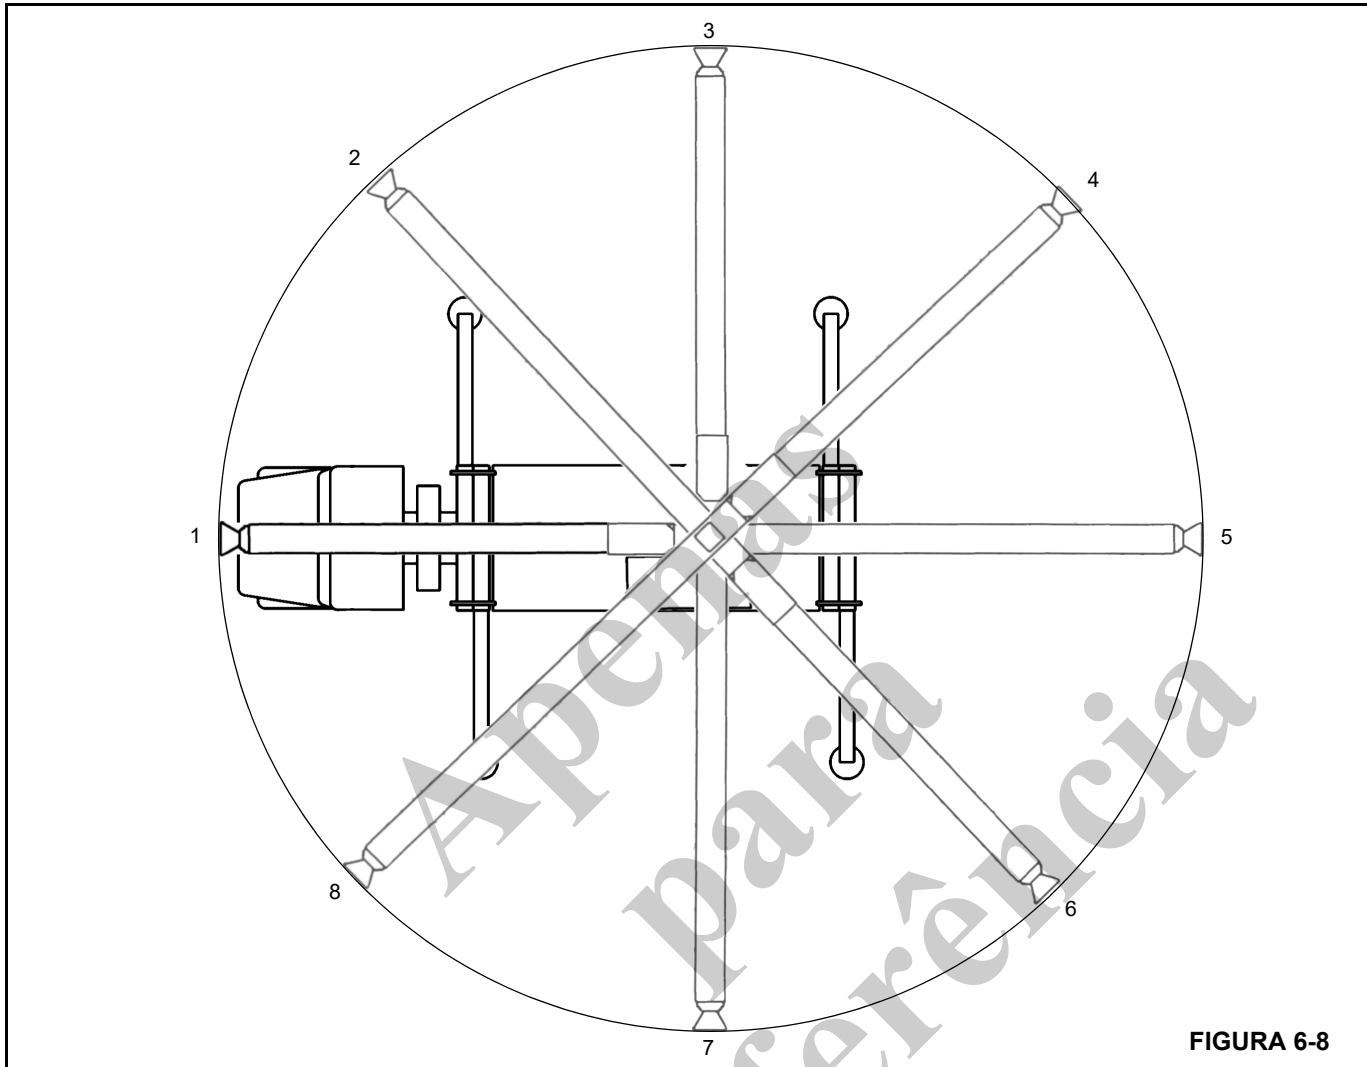

FIGURA 6-8
10. Se a média for inferior a 2,2 mm (0.090 pol.), repita a medição a cada 45° ao redor da área de trabalho total do guindaste (Figura 6-8).